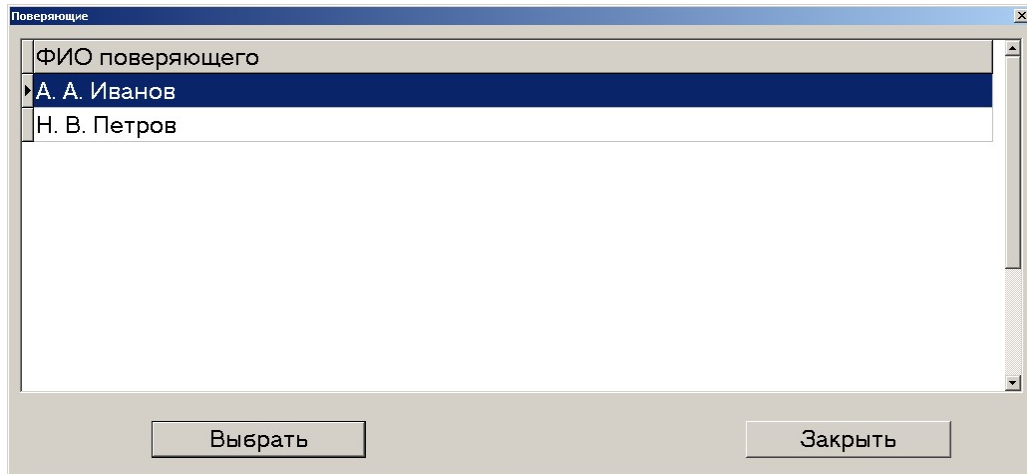
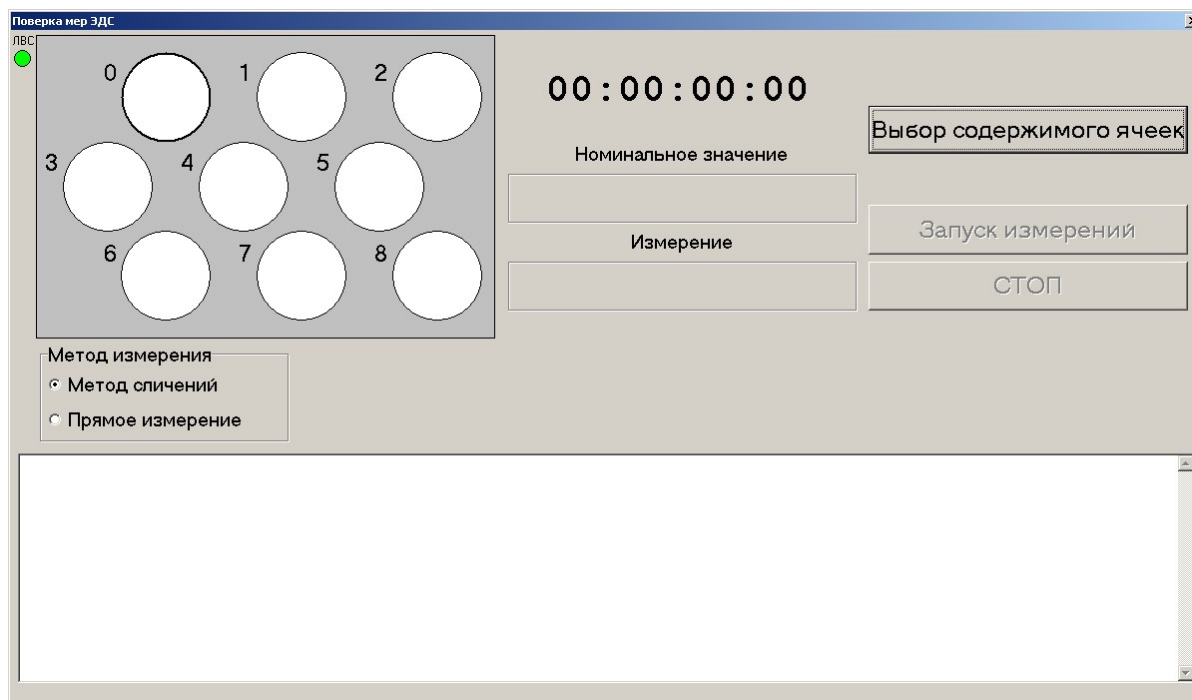

Рисунок 12. Окно «Поверяющие».
Рисунок 13. Окно «Поверка мер ЭДС»
7.2.1 Из главного окна (рис. 2) можно запустить поверку мер ЭДС, ОМЭС или ММЭС. Для того чтобы запустить поверку мер ЭДС, нажмите на кнопку «Поверка мер ЭДС». Откроется окно «Поверяющие» (рис. 12). Выберите в списке свою фамилию и щелкните по кнопке «Выбрать». Если хотите отменить действие, щелкните по кнопке «Заккрыть». После нажатия на кнопку «Выбрать», отобразится окно «Поверка мер ЭДС» (рис. 13).